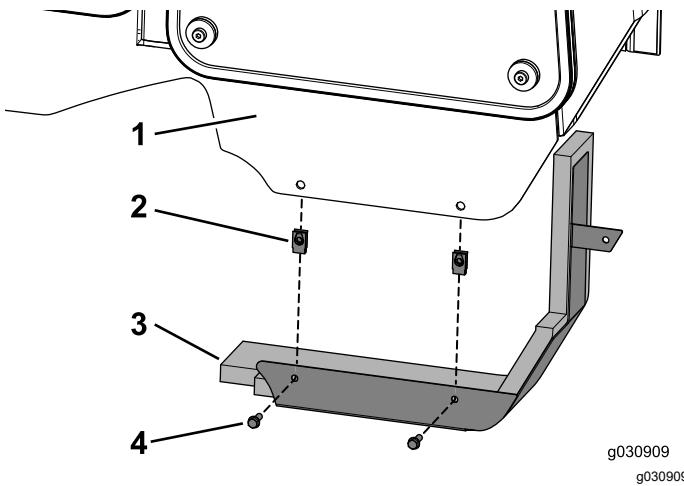

Figura 30
1. Montate i 2 dadi a graffetta sul telaio della cabina (Figura 30).
2. Fissate il gruppo pannello sulla cabina utilizzando i 2 bulloni ( $\frac{1}{4}$ " x  $\frac{3}{4}$ ) come illustrato nella Figura 30.